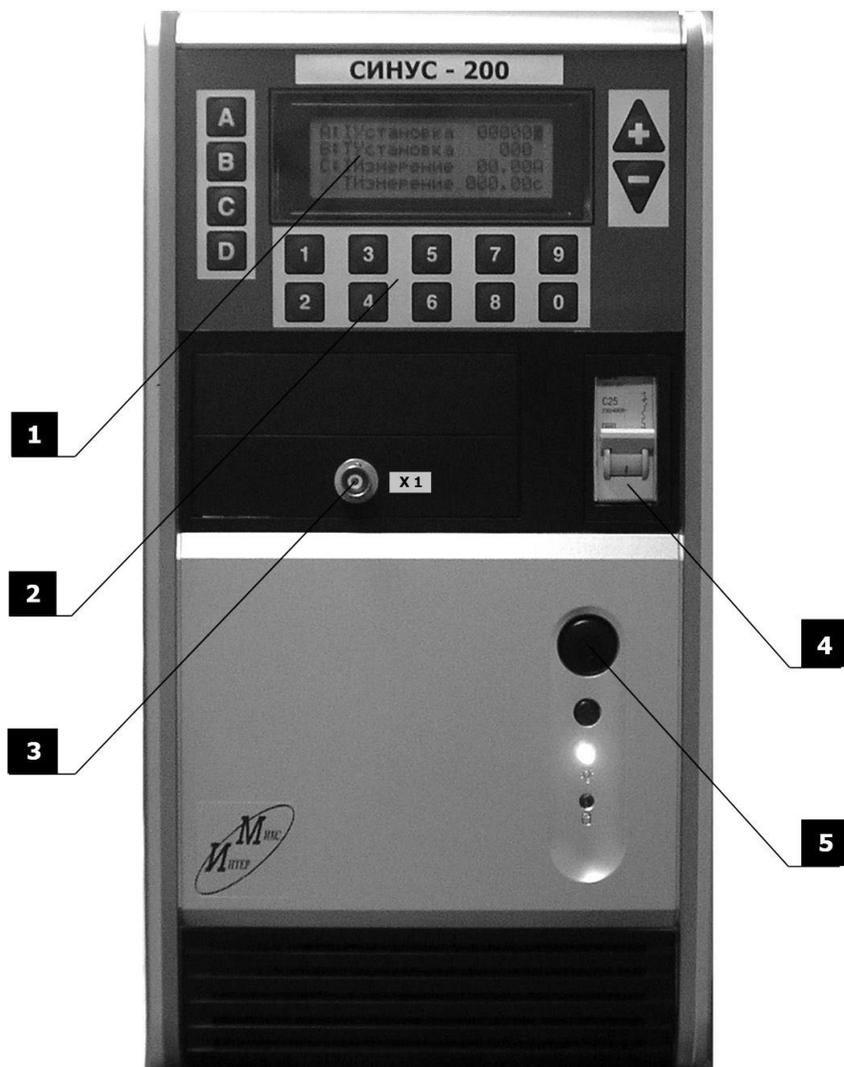

Рис.2. Передняя панель комплекта СИНУС-200
4.3.2 Жидкокристаллический дисплей, клавиатура, автоматический выключатель, разъем синхронизации и кнопка сброса находятся на передней панели комплекта (рис. 2):